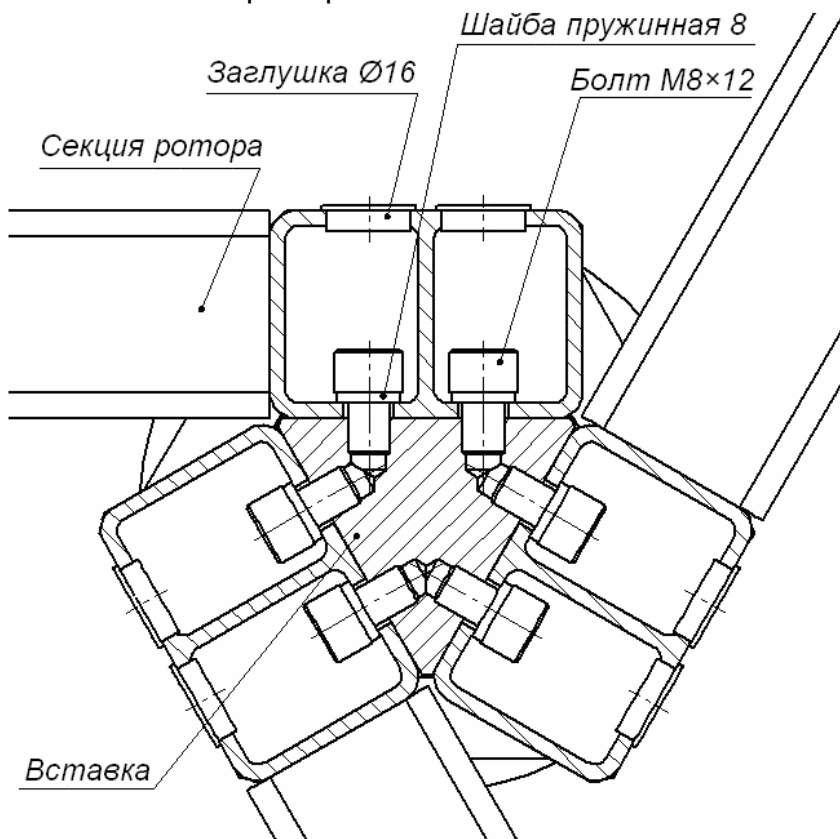

Рисунок 17 Схема соединения секций ротора (1)
- 12.3. Аналогично закрепите вторую секцию ротора (см. рис. 17). Окончательно затяните болты. Ротор собран.